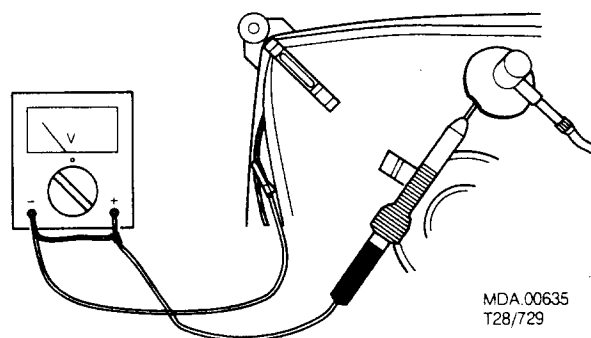

Fig. 1
- 7) The picture tube must only be discharged as shown in Fig. 1.
- 7) Le tube-image doit être déchargé comme indiqué à la Fig. 1.
- 7) Il cinescopio deve essere scaricato come indicato nella Fig. 1.
- 7) De beeldbuis moet ontladen worden zoals in Fig. 1 is aangegeven.
- 7) Zum Entladen der Bildröhre den Anweisungen in Abb. 1 folgen.